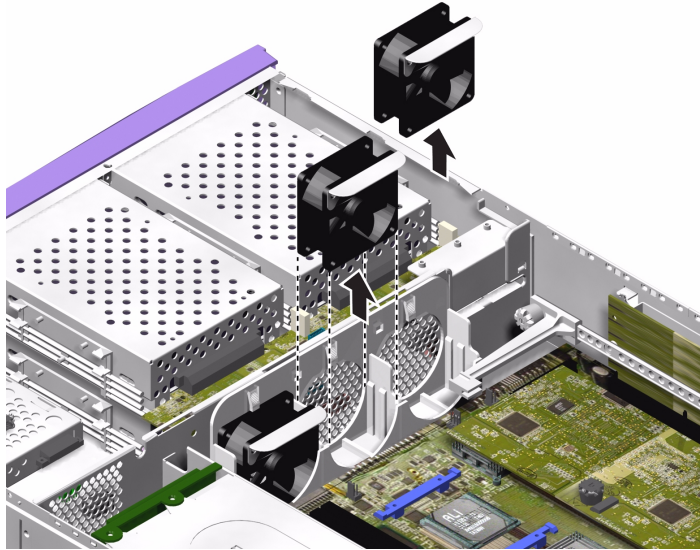

ABBILDUNG 1-18 Ausbauen von Lüftern (hier beim Sun Fire V240)
4. Heben Sie den Lüfter aus dem Gehäuse. Informationen dazu finden Sie in ABBILDUNG 1-18.